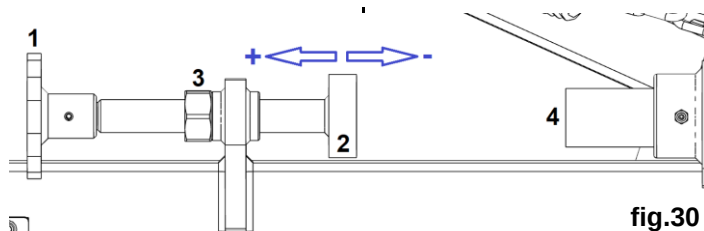

fig.30
Una **maggiore pressione al suolo** delle stelle si ha quando la battuta (2) viene allontanata dalla barra movimento stelle (4), fig.30. – una **minore**, invece, quando la battuta
A **greatest pressure on ground** of each wheels is obtained when the stop (2) is moved away from the bar moving wheels (4) fig.30. – a **smaller**, instead, when the stop is placed near to the bar.